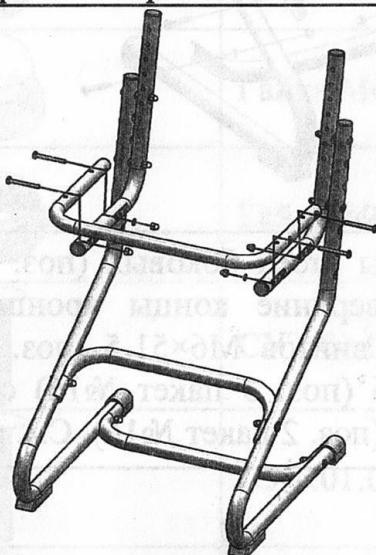

Рис. 3 (СУТ.01-01)
4.1.3. С наружной стороны нижних концов кронштейнов боковых (поз. 2) с требуемой величиной вылета установить опору сиденья (поз. 3). Для исполнения СУТ.01 дополнительно вставить стяжку (поз. 7) между кронштейном боковым и опорой сиденья (согласно рис. 3а). Крепление опоры произвести посредством винтов M6×48,5 (поз.6 пакет №16) и самоконтрящихся гаек M6 (поз. 4 пакет №16) с установкой под гайки зубчатых шайб (поз. 2 пакет №16). См. рис. 3.
Рис. 3а (СУТ.01)